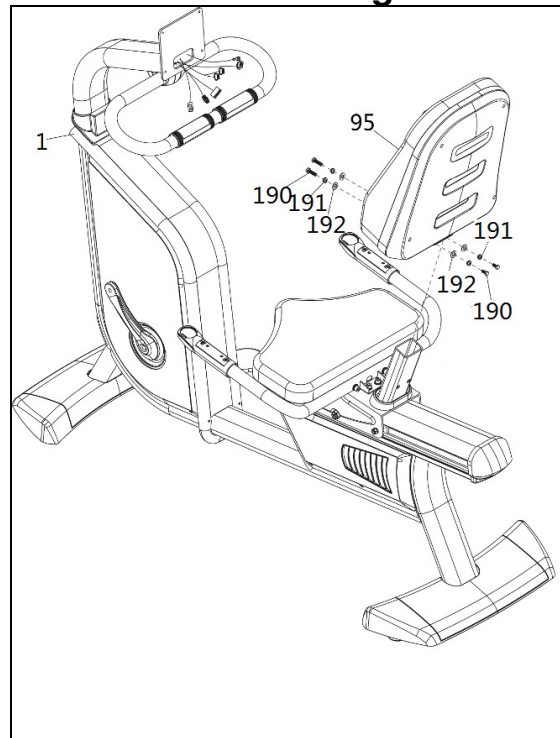

Fig.7
Coloque la tapa embellecedora (39) introduciéndola en los tubos laterales ver Fig.7. A continuación coja el tornillo (196) y atorníllelo para sujeción de la tapa.